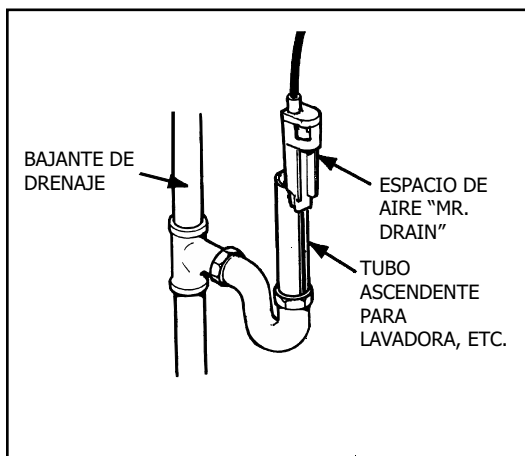

Figura 6
- Dirija la línea de drenaje hacia el espacio de aire. El espacio de aire se debe instalar entre el extremo de la línea de drenaje y el drenaje para evitar posible reflujo de desviación (consulte la Figura 6).